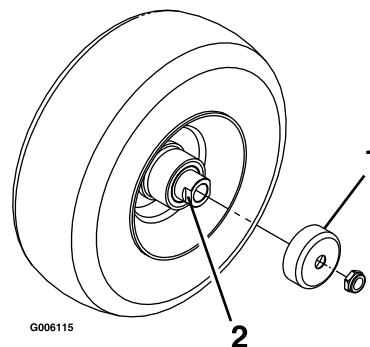

Figure 33
4. Déposez les protège-joints du moyeu de roue (Figure 33).